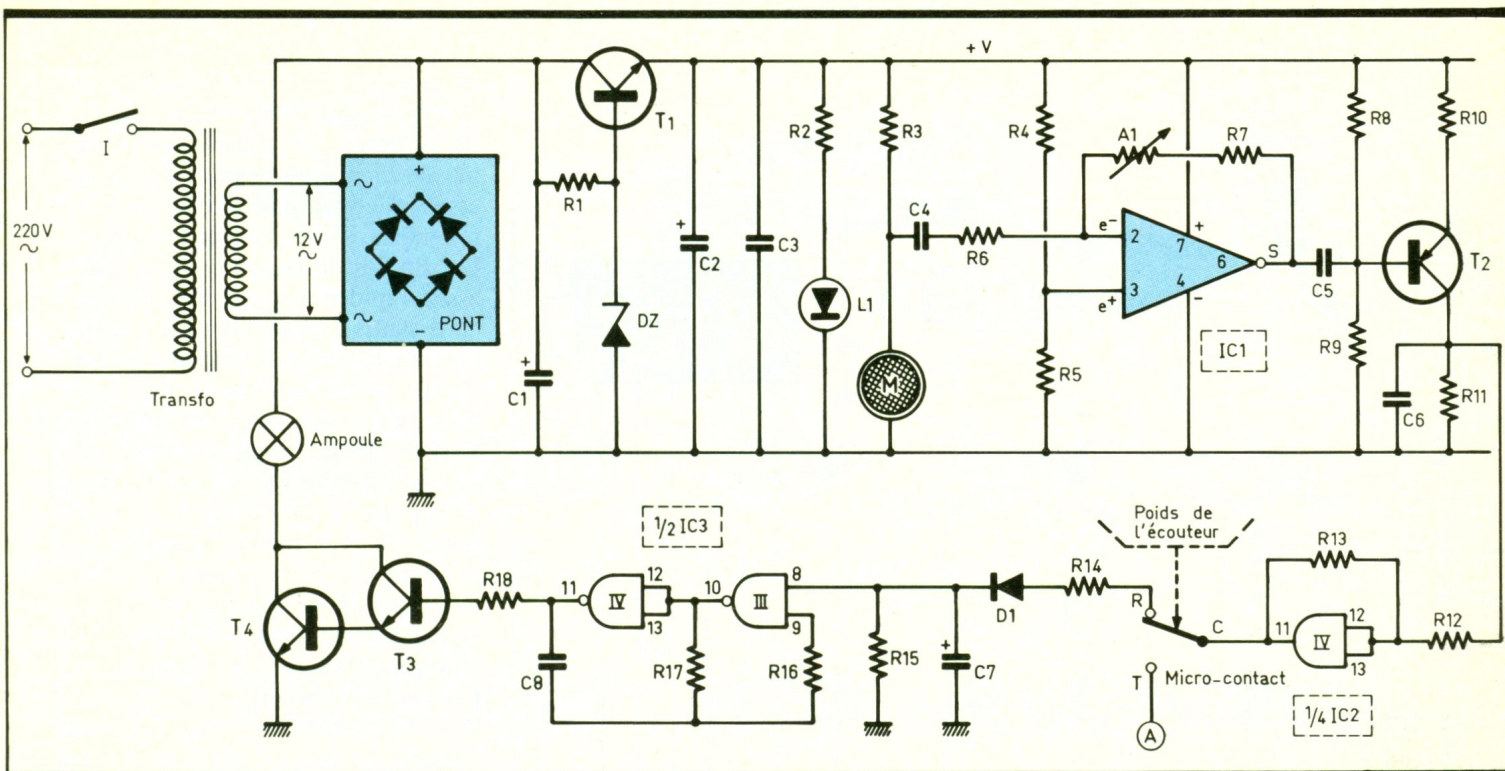

Fig. 8
c) Signalement lumineux des sonneries (fig. 8)